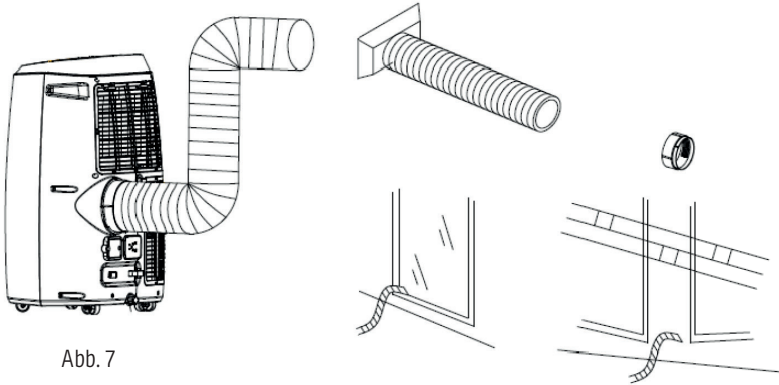

Abb. 7
- Fügen Sie die quadratische Fixierungsklammer in die Öffnung an der Rückseite des Geräts ein (Abb. 7)